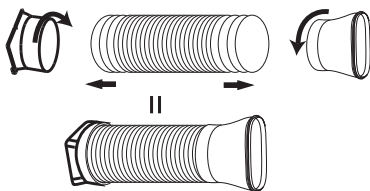

Рис. 8.
3. Растяните шланг для выброса теплого воздуха с обоих концов (рис. 8).